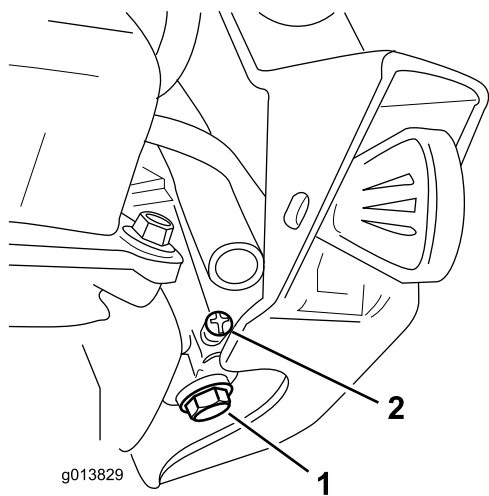

Figure 33
- B. Dévissez, mais ne retirez pas, la petite vis sur le côté de la cuve du carburateur (Figure 33) jusqu'à ce que le carburant commence à s'écouler par le carburateur. Vidangez le carburant dans un bidon homologué.